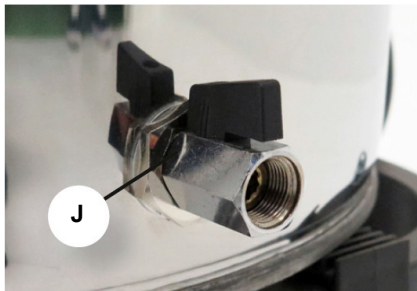

Abb. 13: Ablasshahn
Schritt 2: Leeren Sie den Tank durch den Ablasshahn (Abb.13).